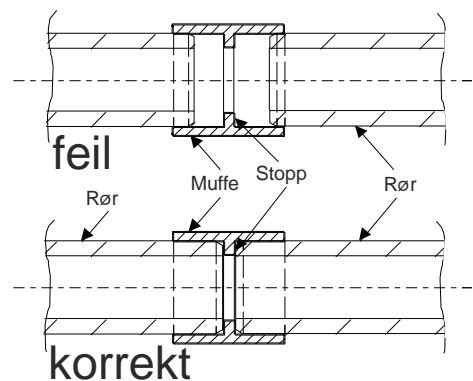

Fig. 37 Montere rørene
- De individuelle rørseksjonene kobles til med fittings. Avhengig av rørmaterialet som brukes, bruk enten bindemiddelprosessen beskrevet i del 5.3.2 og 5.3.3 eller pressprosessen beskrevet i del 5.3.4. Rørene skyves inn i hver fitting frem til stoppet, Fig. 37.